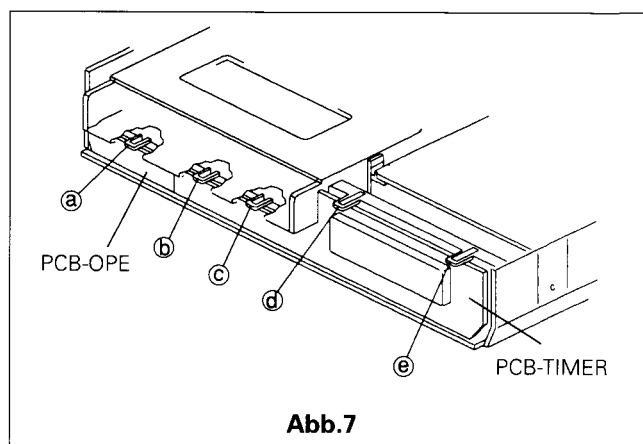

Abb.7
- Lösen Sie die 5 Klammern (a ~ e) und entfernen Sie die PCB-TIMER und die PCB-OPE wie in Abb. 7